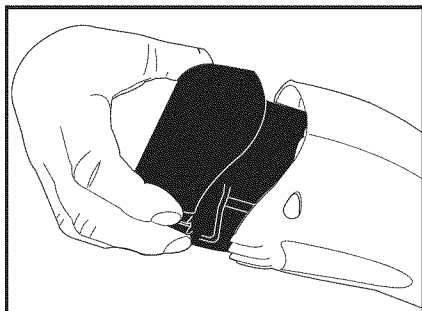

Figure 6
1. Appuyer simultanément sur les boutons à rappel de chaque côté de la batterie. (Voir figure 6.)